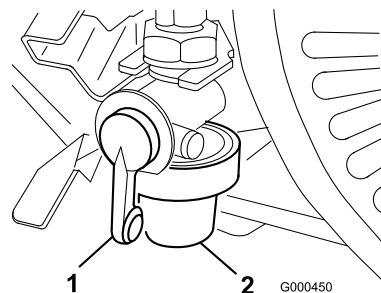

Figura 26
1. Chiudete la valvola d'intercettazione del carburante e svitare il pozzetto dal corpo del filtro (Figura 26).